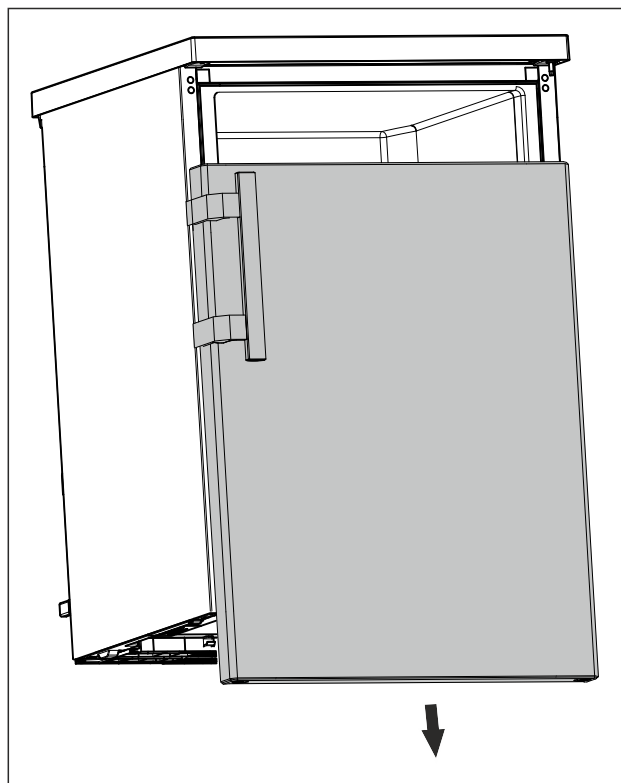

Fig. 16
- ▶ Свалете вратата надолу. (виж Fig. 16)